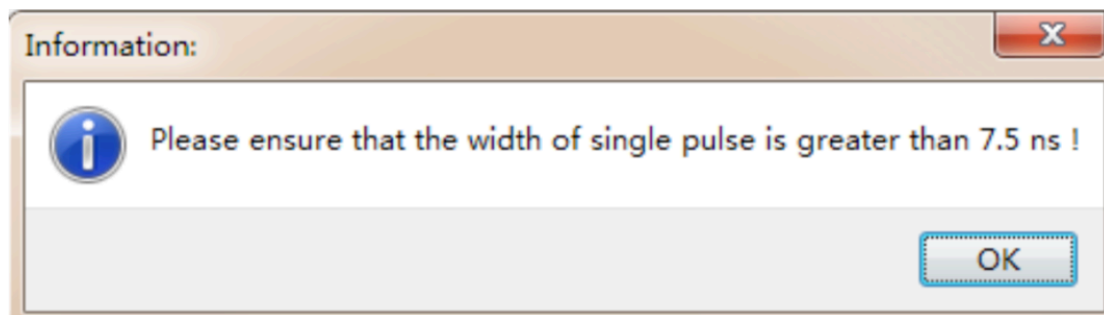

图 4.5 定义方波宽度小于 7.5 ns 提示
1) 每个通道的方波序列中单个方波脉冲的高低电平时间必须在 7.5 ns 至 2.6 s 以内。如图 4.5，当用户定义的方波序列中单个脉冲宽度小于 7.5 ns 时，软件会弹出提示对话框让用户检查自定义的方波序列是否符合要求。